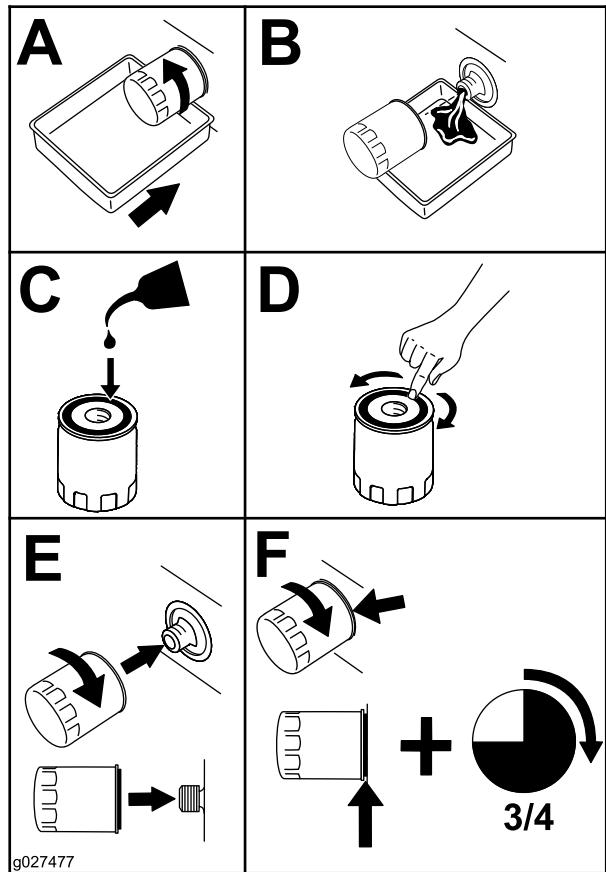

Figura 31
2. Sustituya el filtro de aceite del motor (Figura 31).